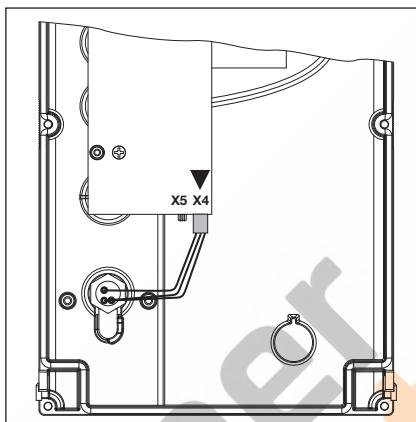

Abb. 6-41: Anschluss des Miniaturschlusses, Deckelinnenseite, von X5 nach X4 umstecken
1. Die Steuerung öffnen und den Anschluss des Miniaturschlusses an der Tastaturplatine im Deckel umstecken (siehe Abb. 6-41).